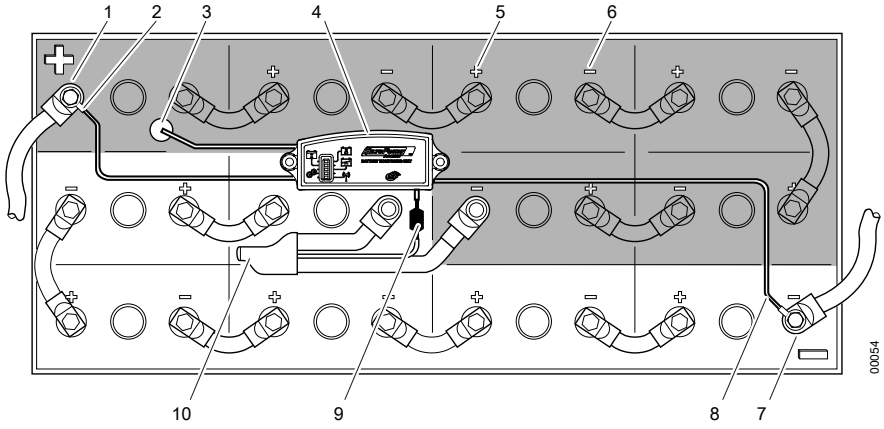

Fig. 1 Access™ BMU installed on the battery
10. Batarya izleme biriminin kırmızı kablosunu (Fig. 1 poz 2) bataryanın artı ucuna bağlayın (Fig. 1 poz 1).
2. Mıknatıslı anahtar üzerine mıknatıs tutun ve kırmızı kabloyu (Fig. 1 poz 2) bataryanın artı kutbundan bağlantısını keserek ve tekrar bağlayarak batarya izleme birimini yeniden başlatın.